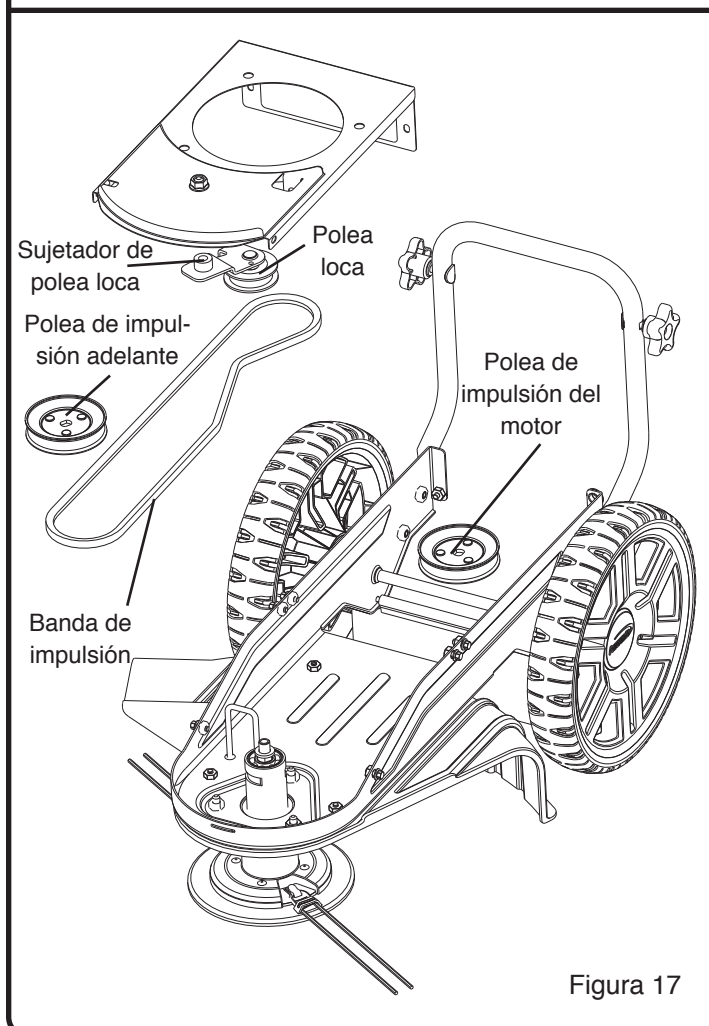

Figura 17
5. Quitar la tuerca de brida que mantiene la polea loca sobre el sujetador de la polea loca. (Ver Figura 17)
9. Verificar la dirección de la banda de impulsión. Asegurarse de que la banda de impulsión esté dentro de las guías de banda y que la banda no esté torcida. (Ver Figura 17)